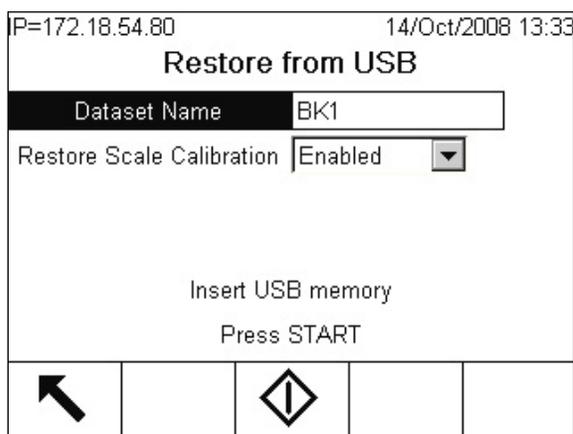

Figura 3-3: Restauração da USB
- Acesse Configuração > Manutenção > Executar > Restaurar da USB. Uma tela semelhante à mostrada na Figura 3-3 será exibida.